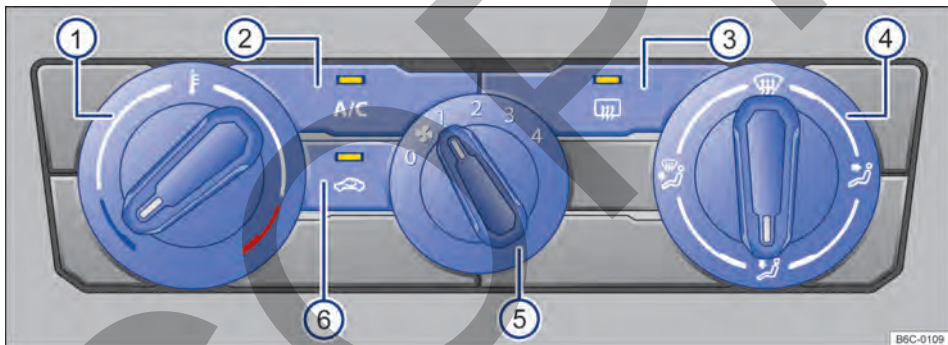

Fig. 81 Mandos del aire acondicionado.
- *Aire acondicionado*: girar el regulador del ventilador al nivel 0 → fig. 81 (5).
- *Aire acondicionado*: girar el regulador giratorio izquierdo → fig. 81 (1).
- *Aire acondicionado*: girar el regulador del ventilador → fig. 81 (5).
- *Aire acondicionado*: girar el regulador de la derecha → fig. 81 (4) a la posición deseada.
- *Aire acondicionado*: girar el regulador derecho a la posición **🚗** → fig. 81 (4).